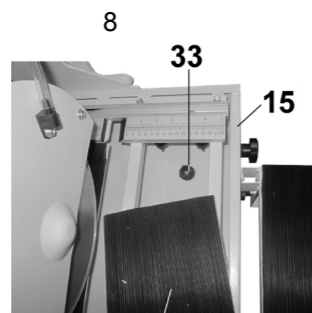

Рис. 6
9.2.1. Сдвиньте рабочий стол (6). В поддон (15) плотно установите пробку (33), Рис.6.